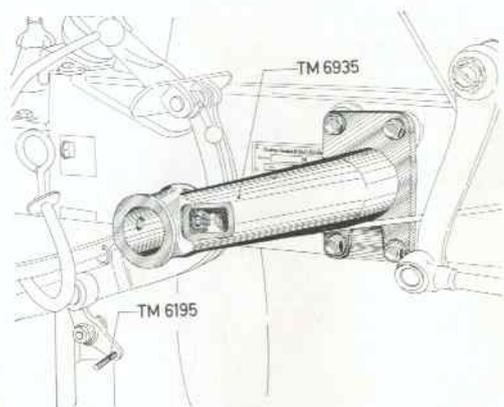

Abb. 6
1. Der **Tragbock** TM 6935 für das Handhebwerk wird an der rechten Seite des Schleppers am Zwischengehäuse durch 4 Sechskantschrauben M 12×35 befestigt (Abb. 6).